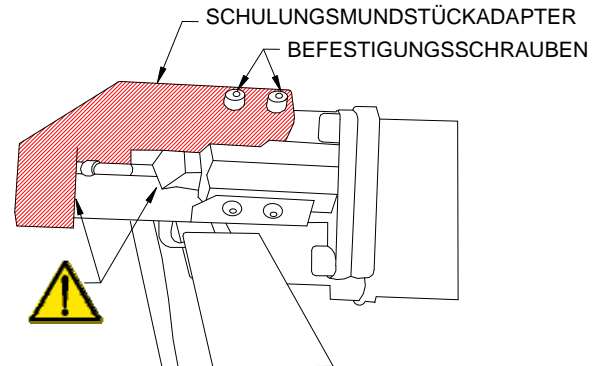

ABBILDUNG 2:
* Anmerkung: Mit dem Kingset™ wird optional ein Schulungsmundstückadapter mitgeliefert (Abb. 2). Der Schulungsmundstückadapter kann angebracht werden, um versehentliche Beschädigungen von Werkzeug bzw. Anwendung durch den Betrieb des Mundstückkolbens zu verhindern, bis der Bediener mit dem Werkzeugbetrieb vertraut ist.